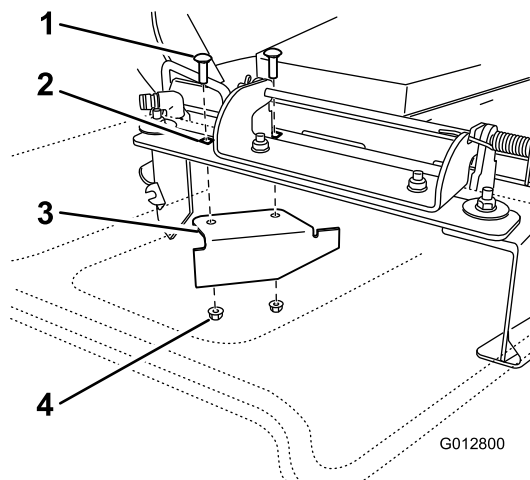

Figure 35
13. Trouvez le déflecteur incliné dans le sachet des pièces détachées. Retirez les fixations des trous arrière de la plaque d'éjection. Montez le déflecteur sur l'ouverture d'éjection latérale sur le plateau de coupe (Figure 35).